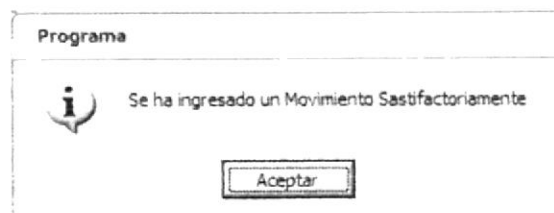

Figura 4.30 Mensaje de confirmación del Proceso
14. Si se ha realizado el ingreso satisfactoriamente aparecerá el mensaje. (Ver-figura 4.30).